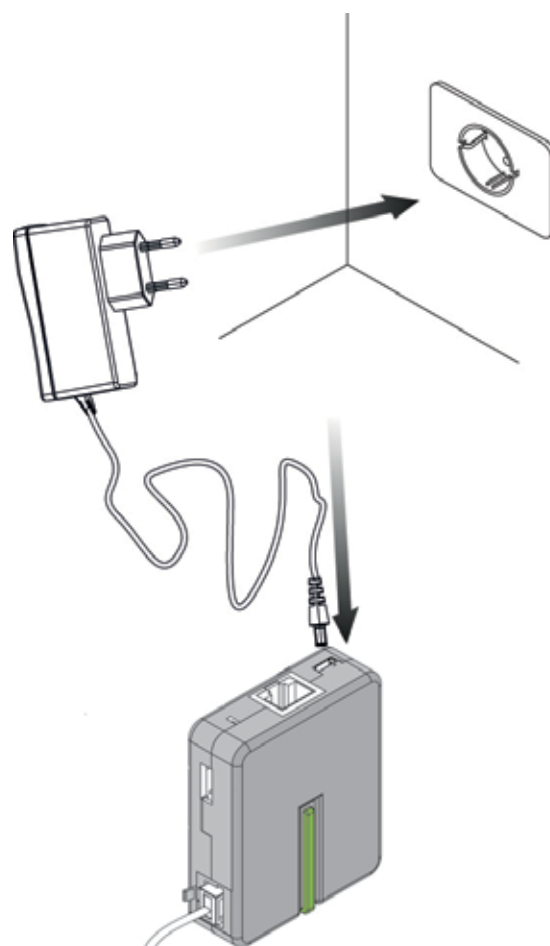

fig. 4.3
- Enchufe el adaptador de corriente en una toma eléctrica (fig. 4.3).